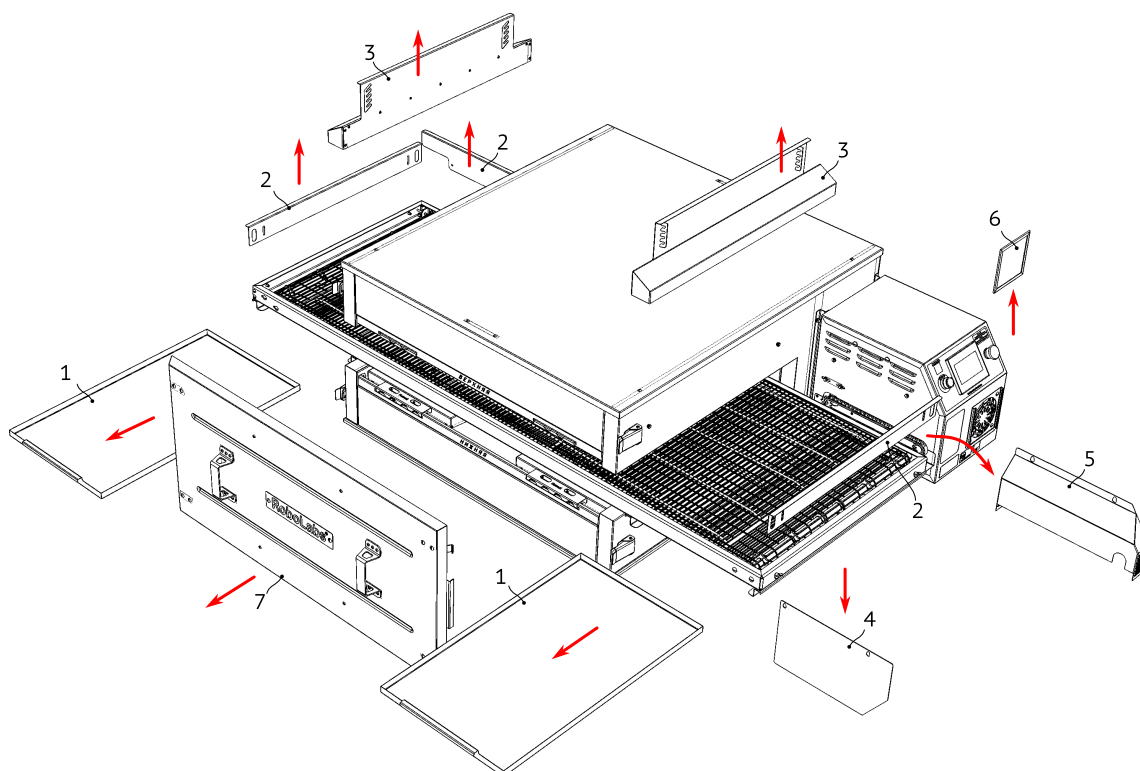

Рисунок 8
1. Вытащите поддоны 1, снимите ограничители 2, снимите козырьки 3, снимите экран тепловой 4, снимите кожух 5, вытащите фильтр воздушный 6, и снимите дверь 7, см. Рис. 8.